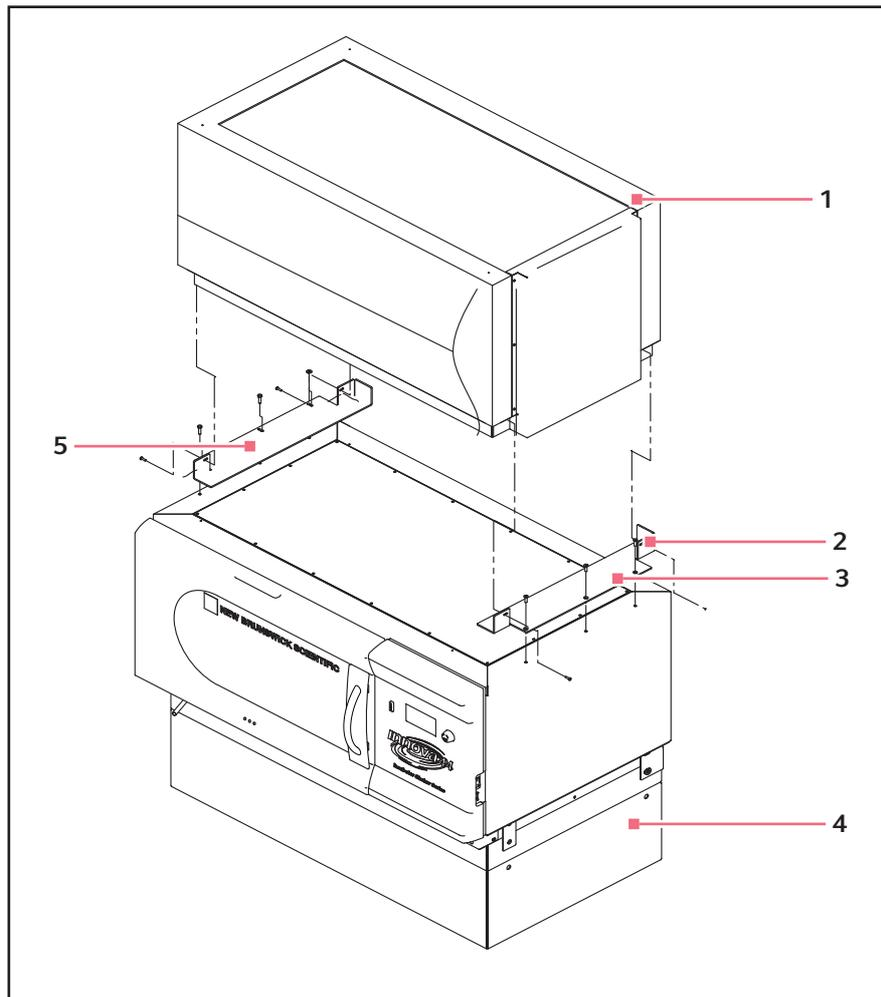

Fig. 6-6: Installation de l'appareil 4400/4430 sur le kit de gerbage Innova 44/44R
3. En vous aidant de la figure ci-dessous (voir Fig. 6-6 à la page 28), retirer les vis de fixation installées sur le haut de l'appareil inférieur, sur les deux bords latéraux.
4. Comme indiqué (voir Fig. 6-6 à la page 28), sécuriser le fond de l'agitateur supérieur aux supports de fixation avec les vis, les rondelles d'arrêt et les rondelles. Serrer d'abord le côté droit, puis sécuriser le côté gauche.